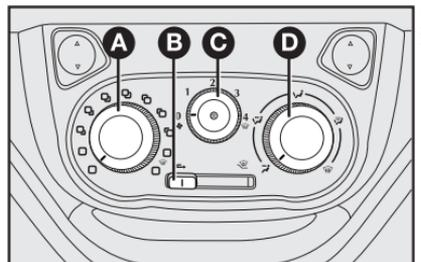

fig. 53
COMANDOS - fig. 53
- 1) Mando para la temperatura del aire **A-fig. 53** totalmente posicionado a la izquierda.
2) Cursor del ventilador **C-fig. 53**: posicionado en la velocidad máxima.
3) Mando para la distribución del aire **D-fig. 53** indicador en , para controlar que todas las salidas de aire estén abiertas.
4) Conecte el aire acondicionado abriendo el selector **C-fig. 53**.
El aire acondicionado es muy útil para acelerar el desempañamiento porque deshumedece el aire. Es suficiente regular los mandos para la función de desempañamiento, y activar el aire acondicionado, presionando el pulsador **C-fig. 53**.
1) Acondicionador de aire conectado **C-fig. 53**.